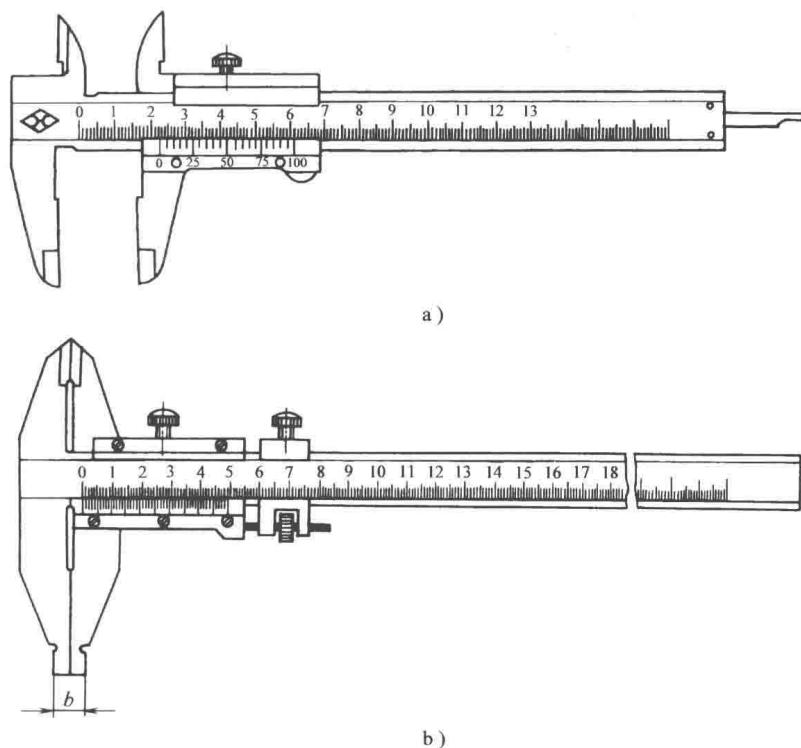

图 1-13 游标卡尺
(2) 游标卡尺 由于金属直尺测量误差较大，如果尺寸测量精度较高可用游标卡尺测量。游标卡尺的分度值一般为 0.02mm、0.05mm、0.1mm。常用的游标卡尺如图 1-13 所示，它既可测外径，又可测量内径和长度尺寸。